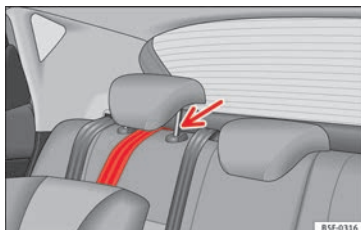

Fig. 34 Sangle de fixation : réglage et montage corrects.
- Placez la sangle sous l'appui-tête de la banquette arrière » **fig. 34** (soulevez l'appui-tête si nécessaire).